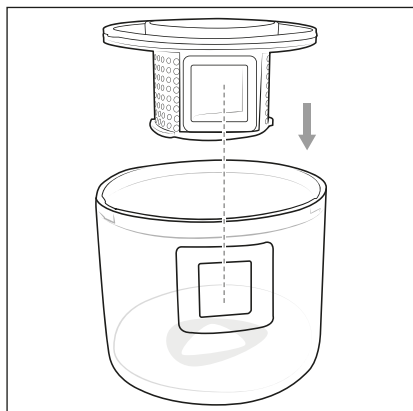

Fig. 7
- 6) Volte a colocar o filtro de pó ❹ no reservatório de pó ❸. Ao fazê-lo, certifique-se de que as aberturas laterais do reservatório de pó ❸ e do filtro de pó ❹ ficam alinhadas (fig. 7).